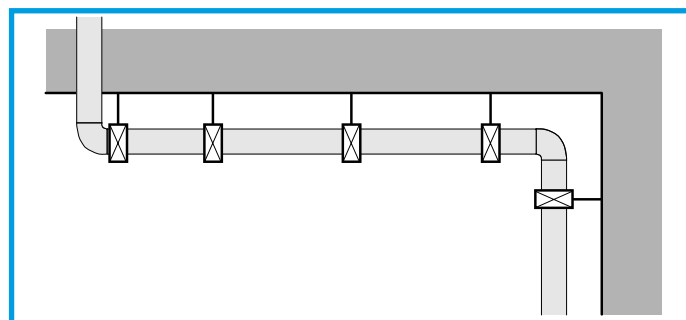

Figura 4 - Instalação livre
■ Para tramos de tubagens tendo variações de direcção ou derivações laterais efectuar sempre pontos fixos em correspondência dos acessórios (Figura 4). A dilatação deve agir apenas sobre o tubo e nunca sobre os acessórios.